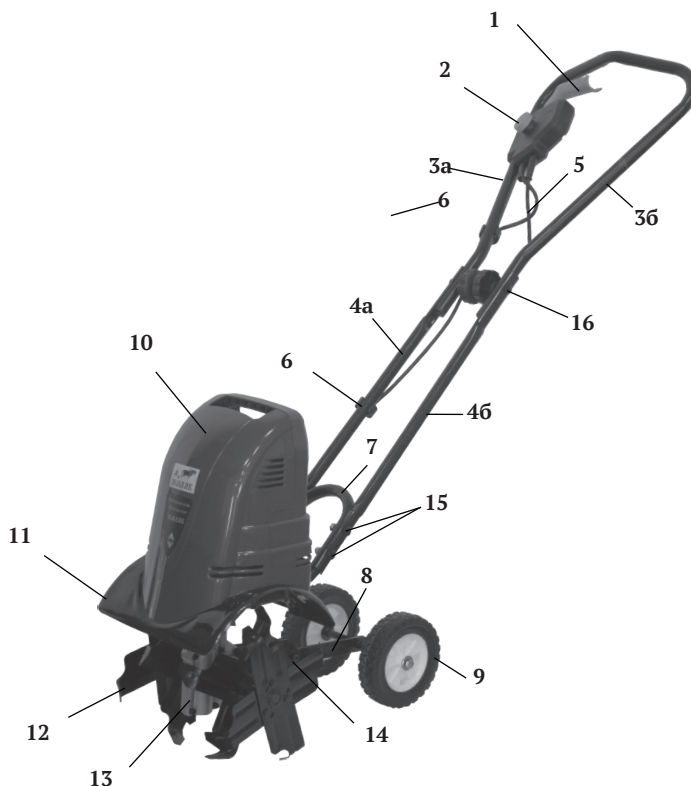

рис. 1
2.4 Общий вид культиватора представлен на рис. 1
Двигатель, редуктор (рис.1 поз.13) и корпус культиватора (рис.1 поз.10) закреплены на основании - брызговике (рис.1 поз.11). Корпус культиватора состоит из двух частей, оформленных в верхней части в виде рукоятки. Это позволяет перемещать культиватор в несобранном состоянии. Соединённая с основанием 4-я болтами трубчатая рукоятка (рис.1 поз.7), является несущей конструкцией для крепления верхних частей рукоятки управления и кронштейна с колёсами (рис.1 поз.8).
3.1 При распаковке культиватора соблюдайте осторожность, чтобы не повредить блок управления с рычагом выключателя (рис.1 поз.1) и кнопкой блокировки (рис.1 поз.2).
Совместив крепёжные отверстия кронштейна колёс (рис.1 поз.8) с отверстиями нижней части рукоятки (рис.1 поз.7) скрепить их болтами (рис.1 поз.14).
- совместить крепёжные отверстия на средних рукоятках управления (рис.1 поз.4а и 4б), с отверстиями нижней рукоятки (рис.1 поз.7);
- скрепить рукоятки 4-я болтами (рис.1 поз.15);
- совместить крепёжные отверстия на верхних рукоятках управления (рис.1 поз.3а и 3б), с отверстиями средних рукояток (рис.1 поз.4а и 4б);
- скрепить рукоятки 4-я болтами (рис.1 поз.16);
- установите кронштейн (рис.1 поз.8) с колёсами (рис.1 поз.9) в нижнее положение;
- подключить кабель питания (рис.1 поз.5) к удлинителю;
- нажать кнопку блокировки рычага выключателя (рис.1 поз.2);
Отпустить рычаг выключателя (рис.1 поз.1). Двигатель выключится, кнопка блокировки (рис.1 поз.2) займёт исходное положение – заблокировано.
- открутить винты крепления и снять корпус (рис.1 поз.10);